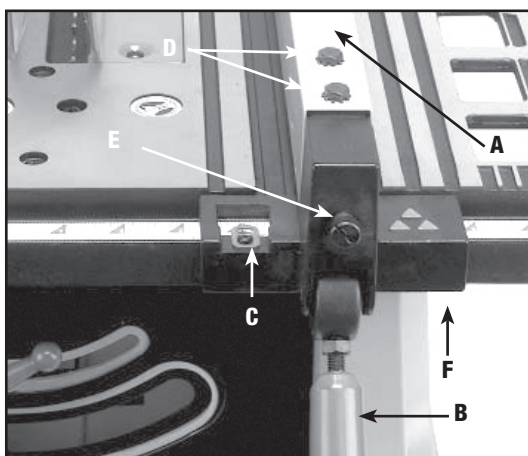

Fig. 33
1. Para mover a guia de corte (A) Fig. 33 ao longo da bancada, eleve a alavanca de travamento da guia (B), deslize-a até o ponto desejado na bancada e empurre a alavanca de travamento da guia para baixo (B).
2. O indicador mostra a distância entre a guia de corte e a lâmina. Se for preciso fazer ajustes, afrouxe o parafuso (C) Fig. 33 e faça o ajuste.
4. Posicione a guia de corte próxima à fenda do graminho (Fig. 33). Prenda a guia de corte na bancada empurrando para baixo a alavanca de travamento (B). A extremidade da guia de corte deve ficar paralela à fenda do graminho.
5. Se for necessário fazer um ajuste, afrouxe os dois parafusos (D) Fig. 33 e eleve a alavanca de travamento (B). Segurando firmemente o suporte da guia de corte (F) de frente para a serra, mova a parte de trás da guia de corte (A) até que esta fique paralela à fenda do graminho. Aperte os dois parafusos (D) e empurre para baixo a alavanca de travamento (B).
6. Ajuste a trava da guia de corte (A) Fig. 33 elevando a alavanca de travamento (B) e girando o parafuso (E) em sentido horário para aumentar ou em sentido anti-horário para reduzir a ação do travamento da guia de corte.